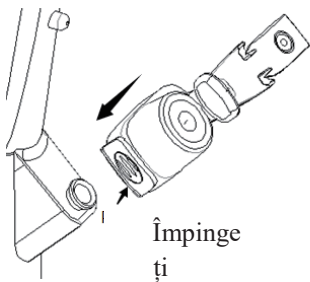

Figura 2
1. Fixați dispozitivul de blocare a cablurilor de ghidare la intrarea canalului endoscopului. În momentul instalării, apăsați blocul de fixare glisant al dispozitivului de blocare a cablurilor de ghidare, apoi aliniați intrarea canalului endoscopului, apăsați dispozitivul de blocare a cablurilor de ghidare în partea de jos, apoi eliberați blocul de fixare glisant. În cele din urmă, asigurați-vă că dispozitivul de blocare a cablurilor de ghidare este fixat în siguranță pe orificiul de intrare al canalului endoscopului (vezi Figura 2).